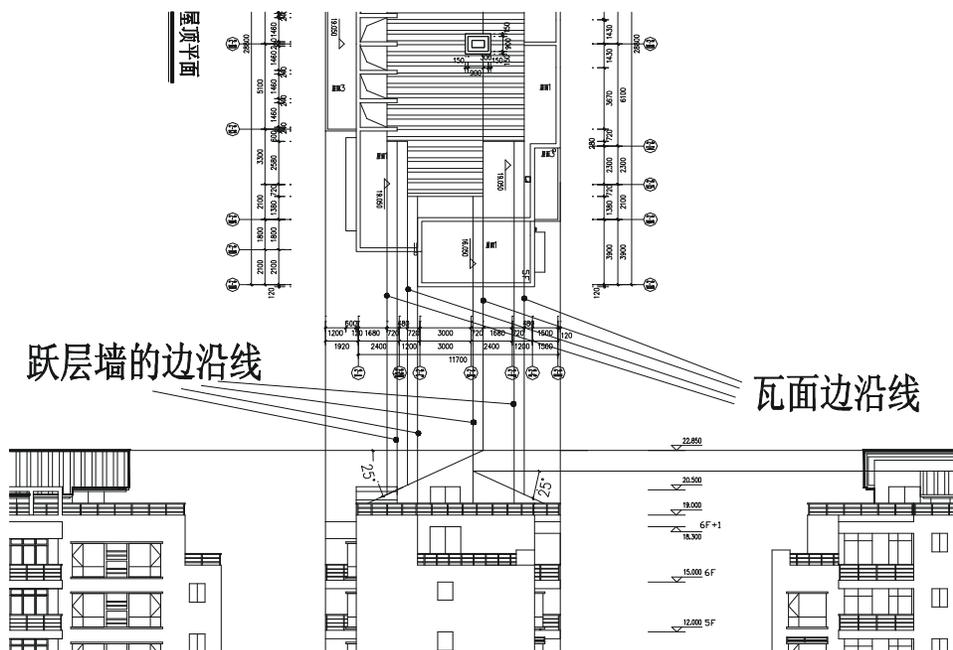
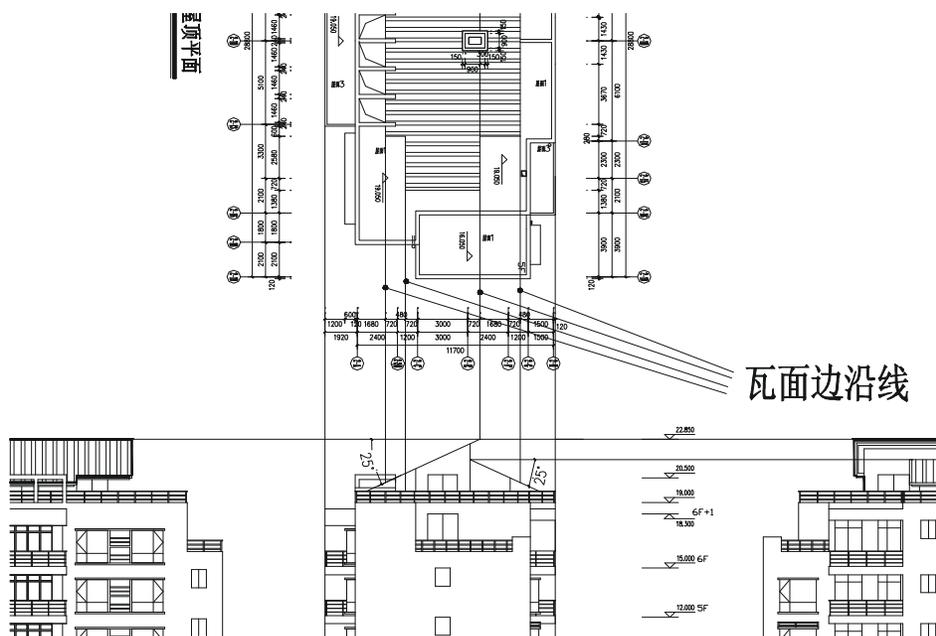
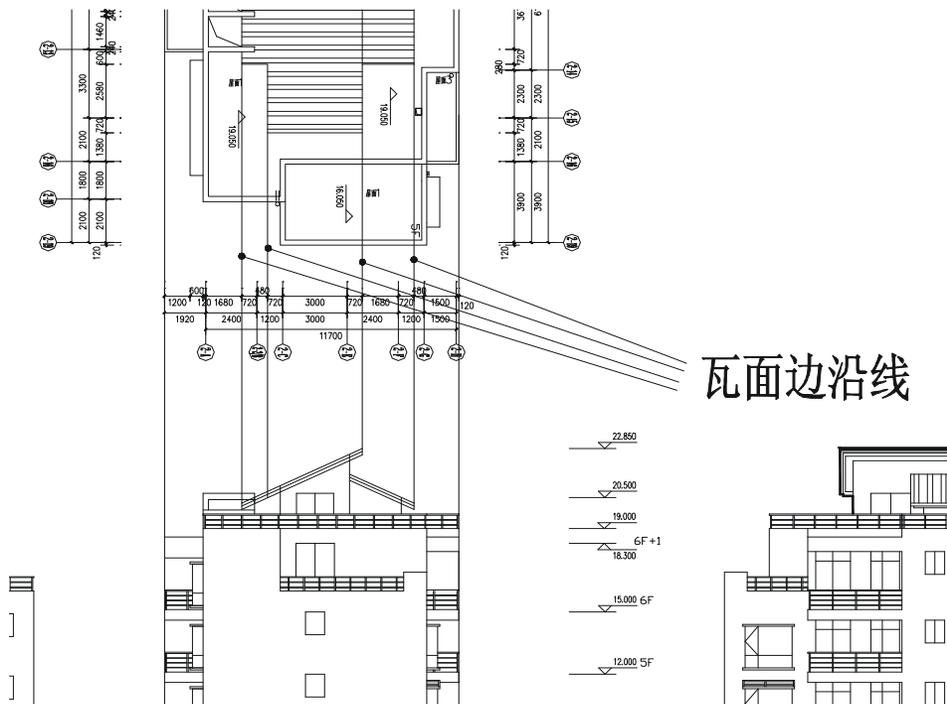

图 12-1-74
图 12-1-75
图 12-1-76
**STEP 33** 使用绘制直线命令 LINE 从上面的平面和左右两边的立面引出瓦面边沿线的辅助线，并结合旋转命令 ROTATE (RO) 绘出瓦面的斜线，如图 12-1-74 所示。
**STEP 34** 使用修剪命令 TRIM 将如图 12-1-74 所示的跃层墙的边沿线修剪成如图 12-1-75 所示。
**STEP 35** 使用偏移命令 OFFSET 将如图 12-1-75 所示中的瓦面斜线分别依次向下偏移 120、150，并使用删除命令 ERASE 删除从左右两边立面图引出的水平辅助线，如图 12-1-76 所示。